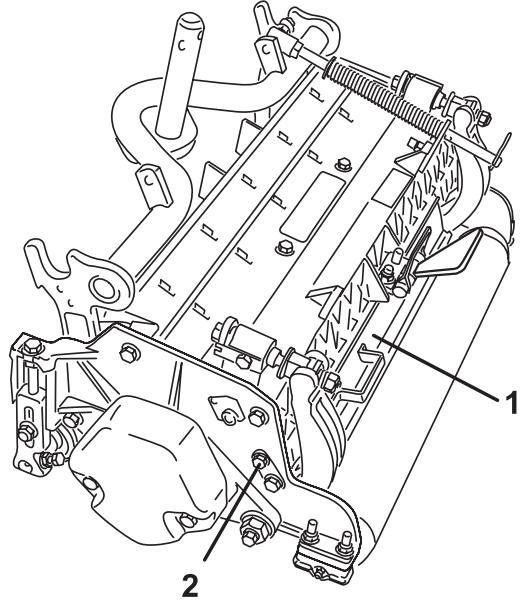

Figure 3
- Pour ouvrir le déflecteur arrière (Fig. 3), desserrez la vis qui le fixe à la plaque latérale gauche, pivotez le déflecteur en position ouverte et serrez la vis.